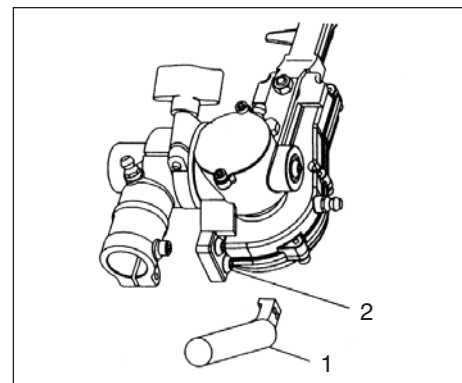

Fig.1-2B
Montaggio del manubrio di support (1) (Fig. 1-2B)
2. Montare il manubrio di support (1) sopra il copracatena per mezzo delle viti di foro esagonale rimosse (2).